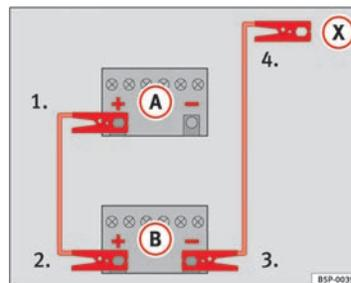

Fig. 136 Avviamento di emergenza con batteria di un altro veicolo. A – batteria scarica, B – batteria ausiliaria
- Collegare l'estremità ① ⇒ fig. 136 al polo positivo della batteria scarica (A).
- Collegare l'altra estremità ② al polo positivo della batteria ausiliaria (B).
- Collegare un'estremità ③ ⇒ fig. 136 al polo negativo della batteria ausiliaria (B).
- Sorreggere l'altra estremità ④ a un componente metallico solido, saldamente unito al blocco motore oppure al blocco motore stesso.